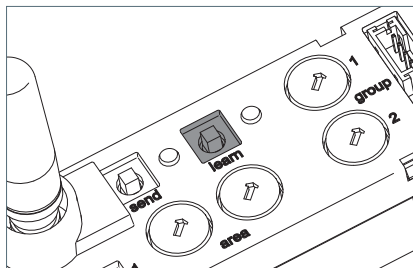

Fig. 22: Touche « learn »
- ▶ Appuyez sur la touche « learn » et tenez-la appuyée pendant cinq à dix secondes jusqu'à ce que la LED « learn » clignote rapidement, voir Fig. 22.